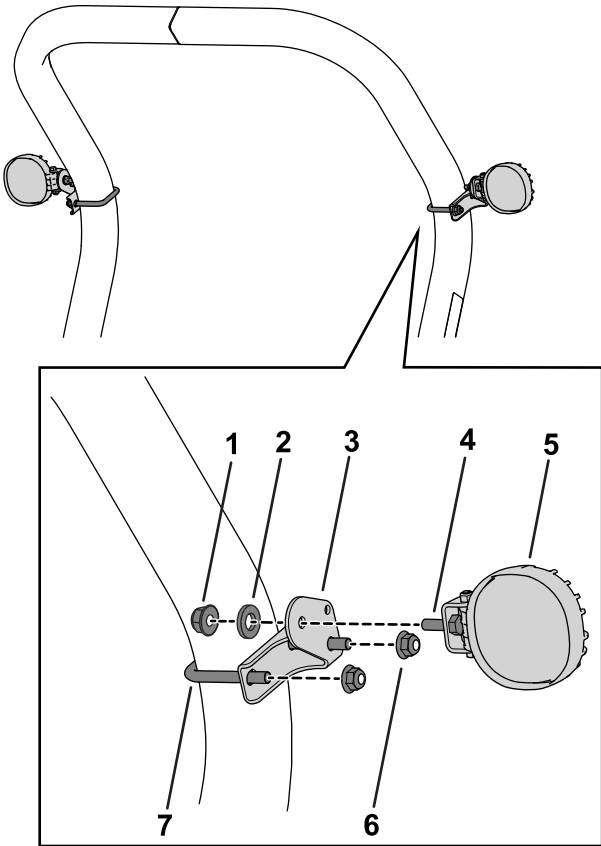

图 1
1. 如图 1 所示使用 U 形螺栓和 2 个螺母  $\frac{3}{8}$  英寸将支架安装到翻车保护杆两侧。
2. 如图 1 所示使用随头灯总成提供的螺栓、垫圈和螺母安装头灯。